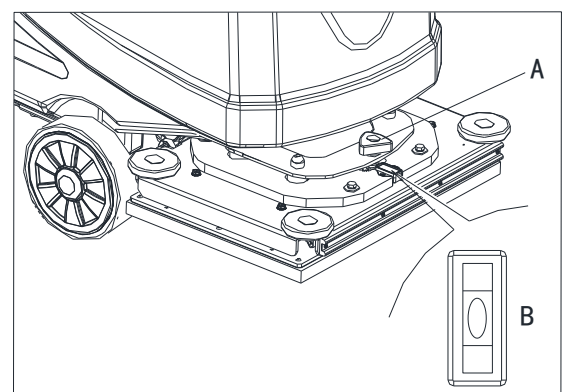

Figure 8.1
- Régler le niveau du pont orbital en ajustant la poignée (A, Figure 8.1), avec la bulle au milieu (B Figure 8.1).